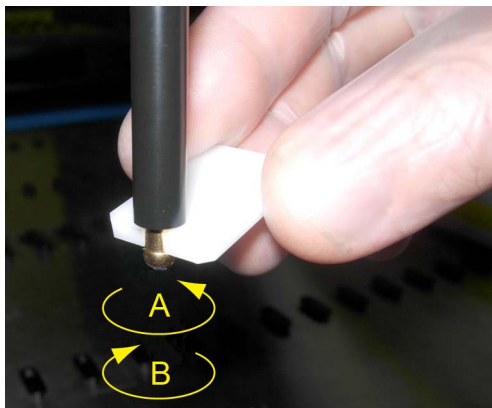

Рис. 7-7 Конусный ключ
- 1 Придерживая выводную трубку наконечника, открутите конус DiTi с помощью входящего в комплект поставки конусного ключа (см. Рис. 7-7, § 7-37).